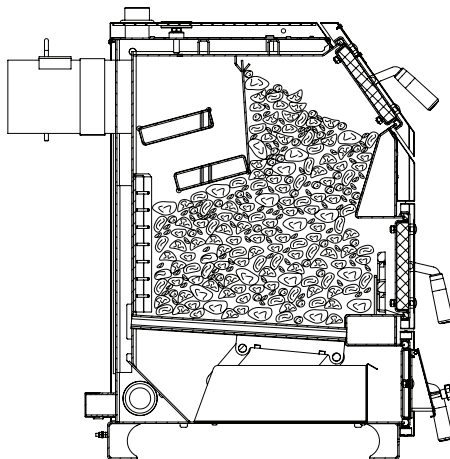

Рис.8 Заполнение котла топливом для режима длительного горения
- Заполните топку через загрузочную дверцу (Рис.1, поз.12). В режиме длительного горения (Рис.8) допускается наполнение топki топливом до нижнего края заслонки теплообменника (Рис.1, поз.27);